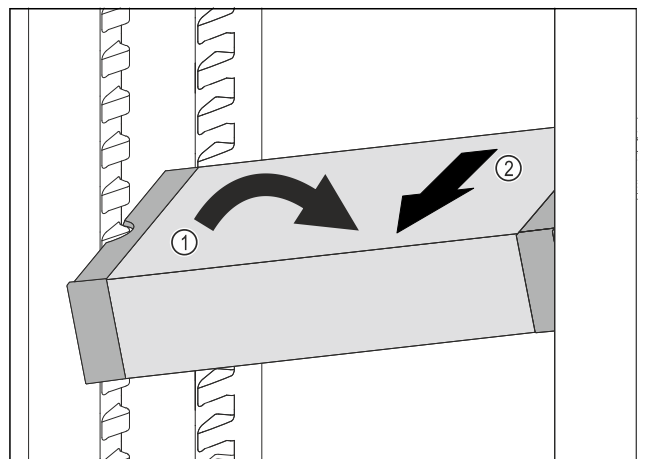

Fig. 110
- ▶ Встановити VarioSafe під кутом в охолоджувальному відділенні. Fig. 110 (1)
- ▶ Витягнути VarioSafe вперед. Fig. 110 (2)